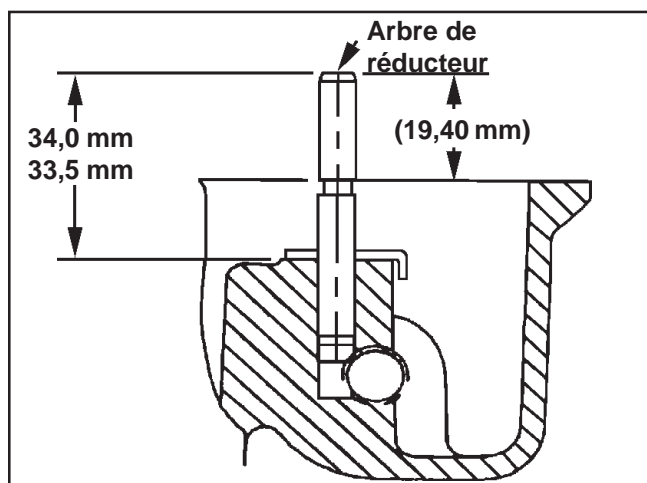

Figure 10-14. Profondeur d'installation de l'arbre du régulateur.
3. Inspecter soigneusement l'arbre du réducteur du régulateur et ne le remplacer que s'il est abîmé. Une fois l'arbre abîmé retiré, enfoncer l'arbre de rechange dans la plaque de fermeture à la profondeur indiquée à la Figure 10-14.